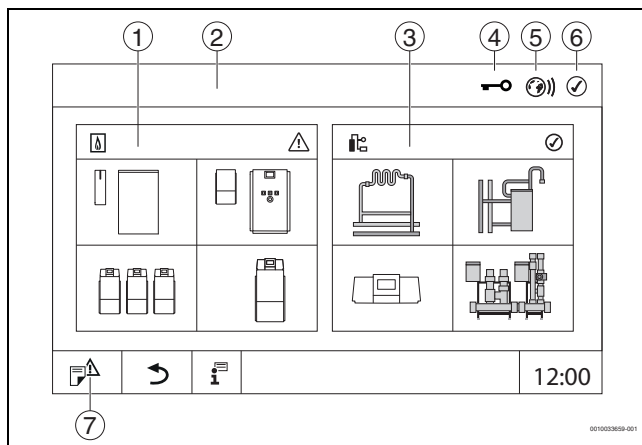

Рис. 8 Обзор системы (пример)
- ▶ Коснитесь **установка** (→ рис. 8, [3], стр. 17).